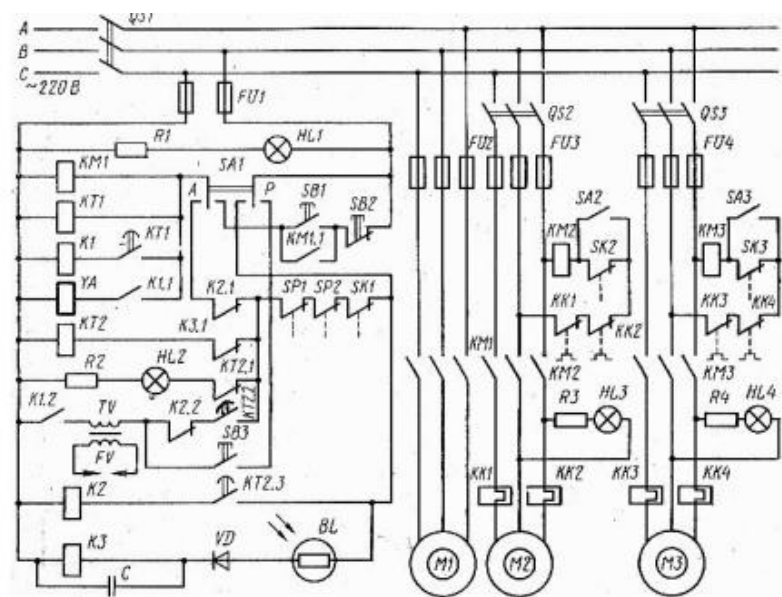

Рис.1
1. Определить элементы схемы автоматики котла КОАВ-68 (рис. 1). Объяснить работу схемы, методы поиска неисправностей. Описать работу схемы включения котла в ручной режиме.